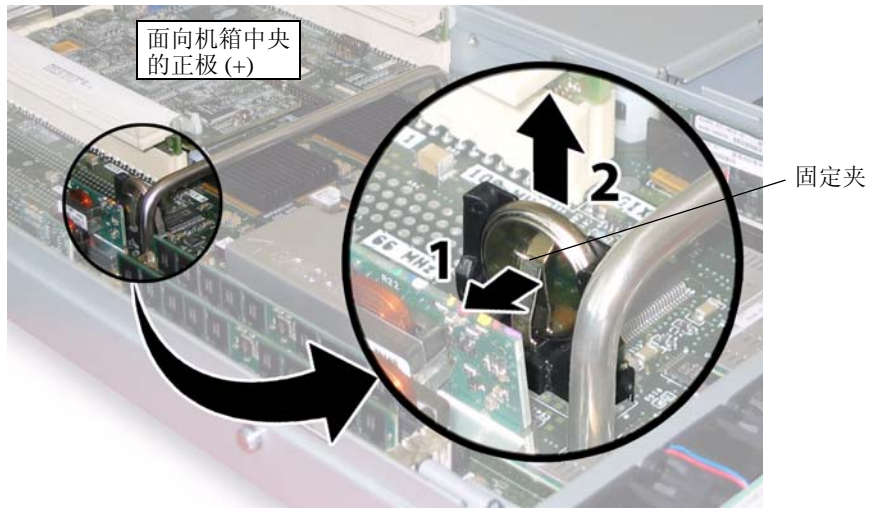

图 3-6 拆卸电池
4. 轻轻将固定夹拉离电池正面，向上垂直提拉电池并取出电池。请参见图 3-6。